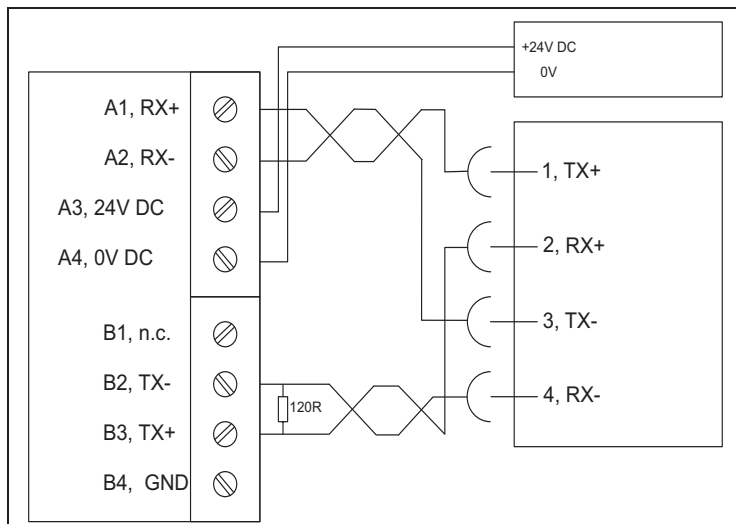

Abb. 2: SPM elektrisch anschließen
- Schließen Sie den SPM wie in Abb. 2 dargestellt an.